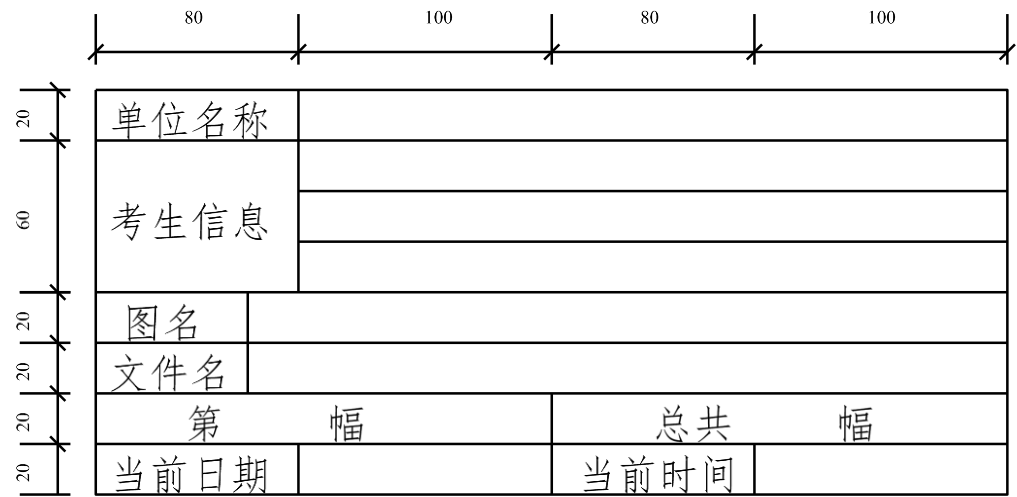

图 3
1、在原理图模板文件 cdydot1.schdot 中画出图 3 所示的动态标题栏，要求：设置图纸大小为 A4，水平放置，工作区颜色为 18 号色，边框颜色为 3 号色，边框直线为小号直线，颜色为 3 号色，文字大小为 16 磅，颜色为 3 号色，字体为仿宋_GB2312；